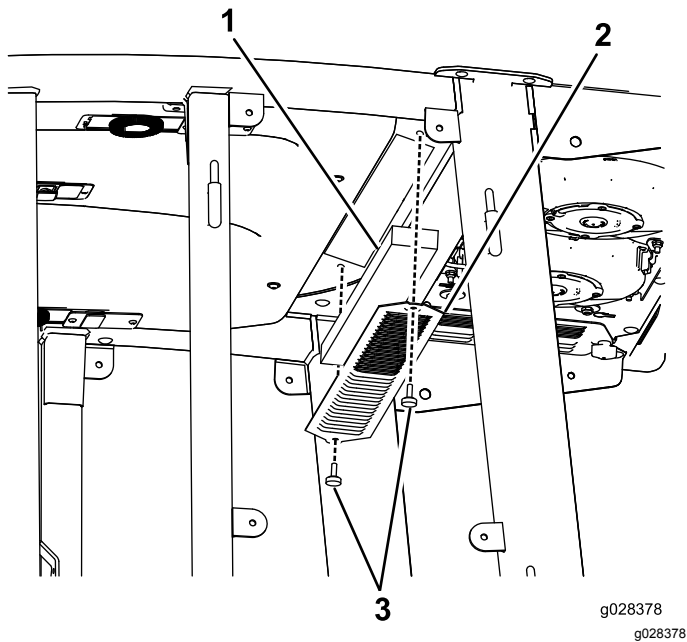
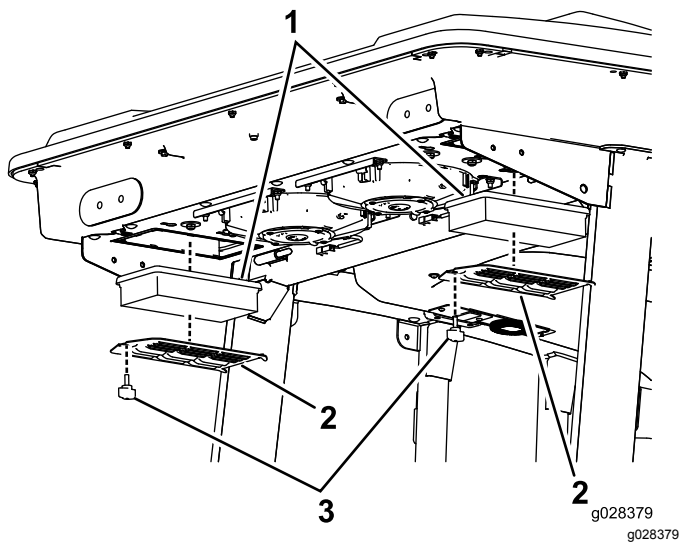
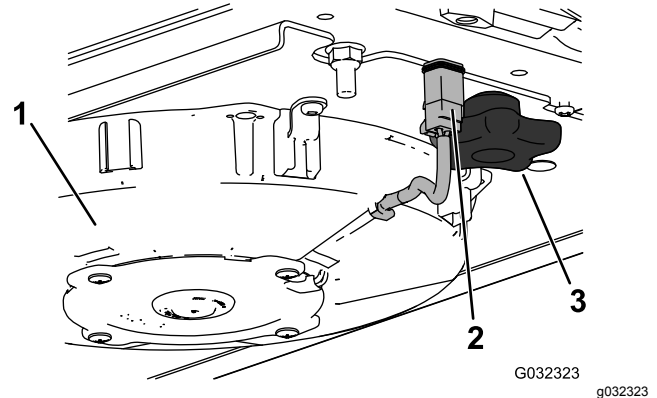
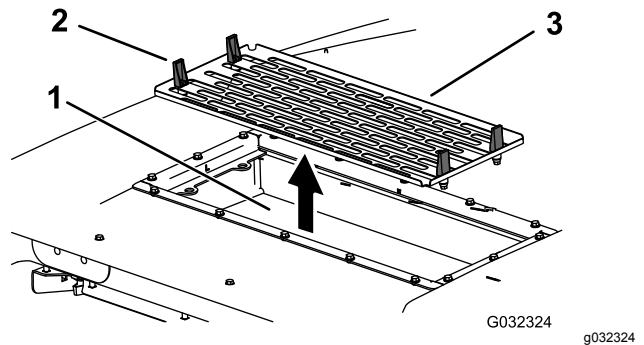

Figura 130
Figura 131
Figura 132
Figura 133
posteriore della cabina (Figura 130 e Figura 131).
- 4. Togliete i filtri dell'aria (vedere Figura 131).
- 6. Installate i filtri dell'aria, la griglia e il gruppo ventola (Figura 131, Figura 132 e Figura 133).
7. Collegate il filo per ciascuna ventola (Figura 132).